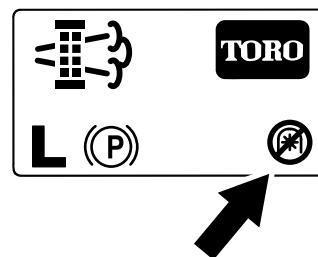

Bild 46
**Hinweis:** Auf dem Homebildschirm wird das Symbol für eine deaktivierte Zapfwelle (Bild 46) angezeigt.
**Hinweis:** Auf dem Homebildschirm wird das Symbol für eine deaktivierte Zapfwelle angezeigt, siehe Bild 46 in Meldungen zu geparkter Regenerierung \(Seite 42\), angezeigt.